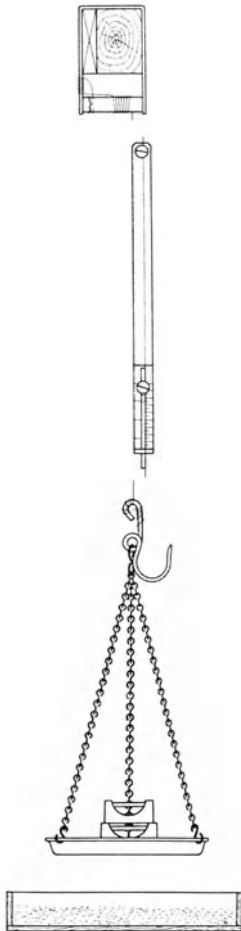

Fig. 24.
**Anleitung.** a) Befestige mit einem Keil den Bügel an einem Wandgalgen. Wickle das eine Ende des Drahts mehrmals um den runden Querstab des Bügels, zieh es dann durch das Loch des Querstabes, winde es nunmehr um einen Schenkel des Bügels und binde es schließlich an dem Querstab fest (Fig. 24).